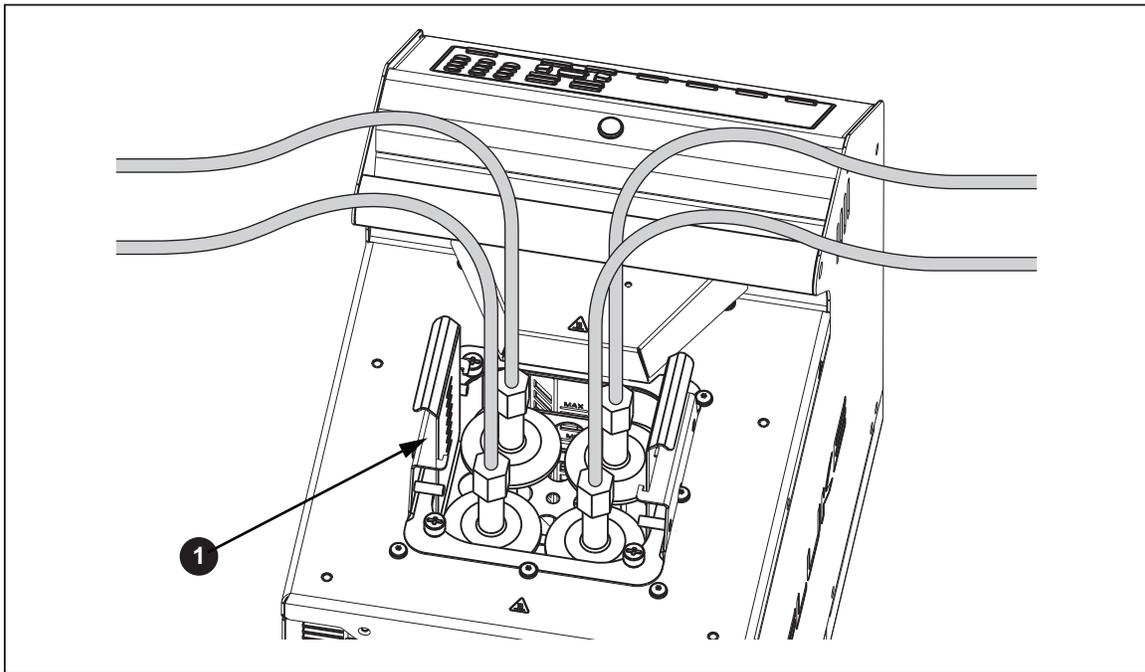

Figure 9. Fixation de la sonde réglable
Utilisez la fixation de sonde réglable (modèle 7109-2027) pour recevoir jusqu'à quatre capteurs de température Tri-Clamp. L'appareil s'adapte à l'intérieur de l'ouverture du réservoir et se fixe au panneau supérieur du produit avec quatre vis à papillon. La hauteur de la plate-forme peut être adaptée pour assurer une bonne immersion des tiges et des brides des capteurs de température. Pour régler la hauteur, pressez légèrement les pattes vers l'intérieur sur le support de réglage de la hauteur ❶ (voir la Figure 9).